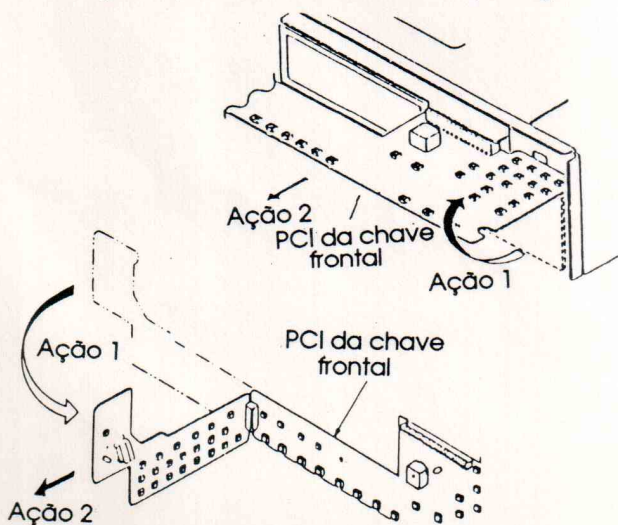

Figura 2
3. Levante a PCI da chave frontal e puxe-a em sua direção a partir dos conectores. (Veja a figura 2)